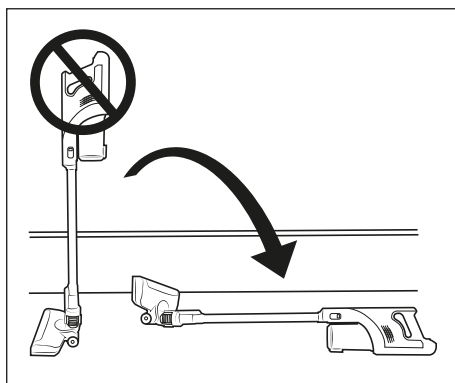

Fig. 9
- ▶ No deje la aspiradora en posición vertical cuando interrumpa el funcionamiento o quiera dejar de agarrarla, sino colóquela en el soporte mural 18 o póngela en el suelo en posición horizontal (consulte la fig. 9 y la 10). De lo contrario, podría caerse y dañarse, así como potencialmente dañar otros objetos con su caída.